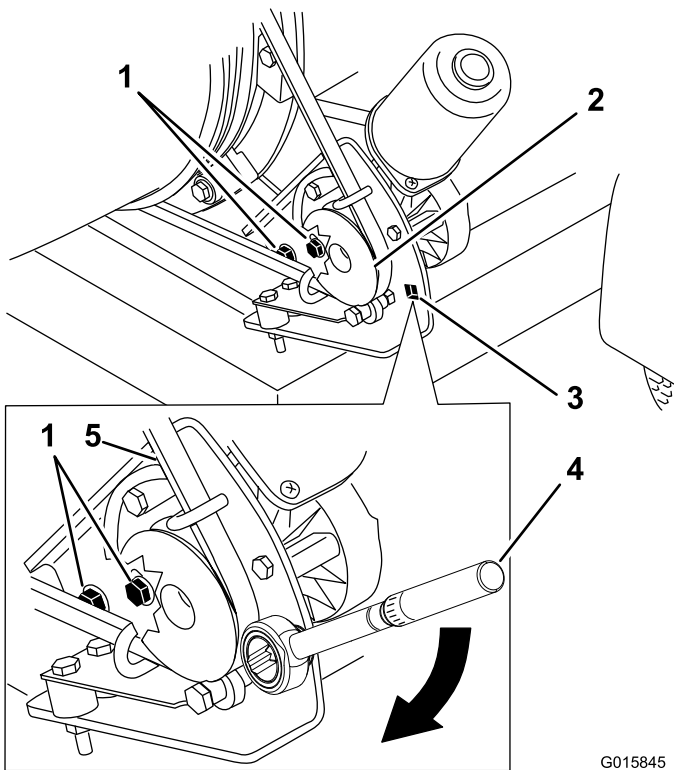

Figura 32
1. Afloje los pernos que sujetan el soporte de montaje de la polea al bastidor del soplador (Figura 32).
2. Coloque una llave dinamométrica en el soporte de montaje de la polea (Figura 32).
3. Gire el soporte de montaje de la polea alejándolo de la tobera del soplador hasta que la llave dinamométrica dé una lectura de entre 22,6 y 26,0 N·m (Figura 32).